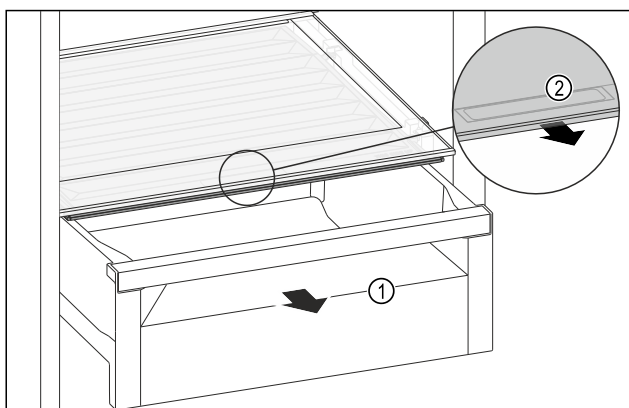

Fig. 137
- ▶ Træk skuffen Fig. 137 (1) ud.
- ▶ Tag fat i grebsforsænkningen Fig. 137 (2) i bokslåget, og træk samtidigt bokslåget frem.